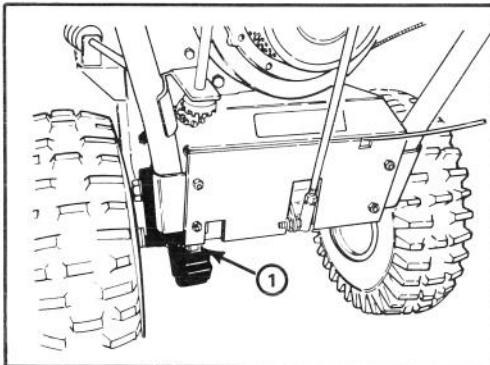

Abbildung 22
- Die Antriebskette einmal jährlich mit Ketten- schmierstoff schmieren (Abb. 22). Überschüssiges Öl aufwischen.